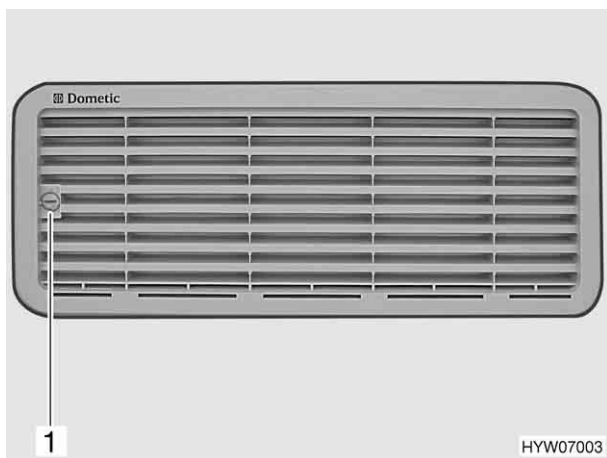

Fig. 91 Griglia di aerazione del frigorifero
- Con l'ausilio di una moneta ruotare la vite (Fig. 91,1) di un quarto di giro.